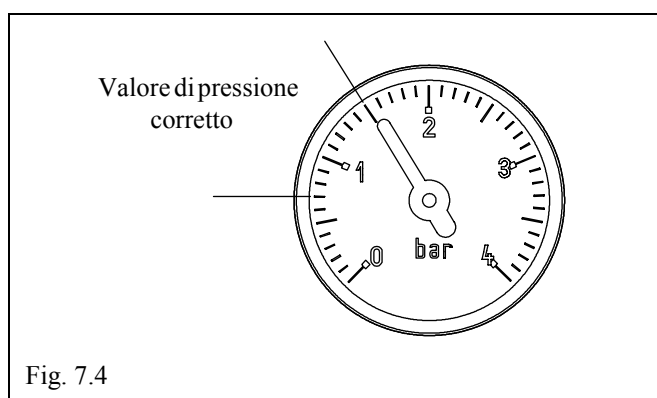

Fig. 7.4
- aprire di due o tre giri il tappo della valvola di sfogo aria automatica (A);
- aprire il rubinetto di riempimento (C) fino a che la pressione indicata dal termoidrometro arrivi a circa 1 bar (Fig. 7.4).